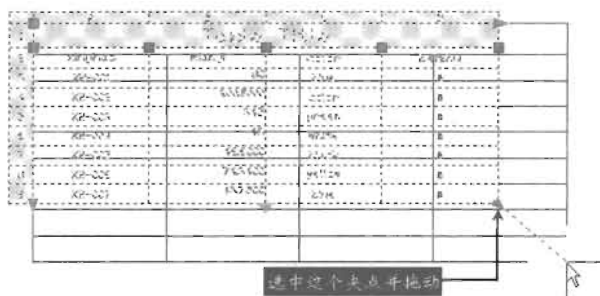

图 9-74
(2) 鼠标左键单击右下角的夹点将其选中, 然后往右下方向拖曳夹点到合适的位置并确定, 如图 9-74 所示。